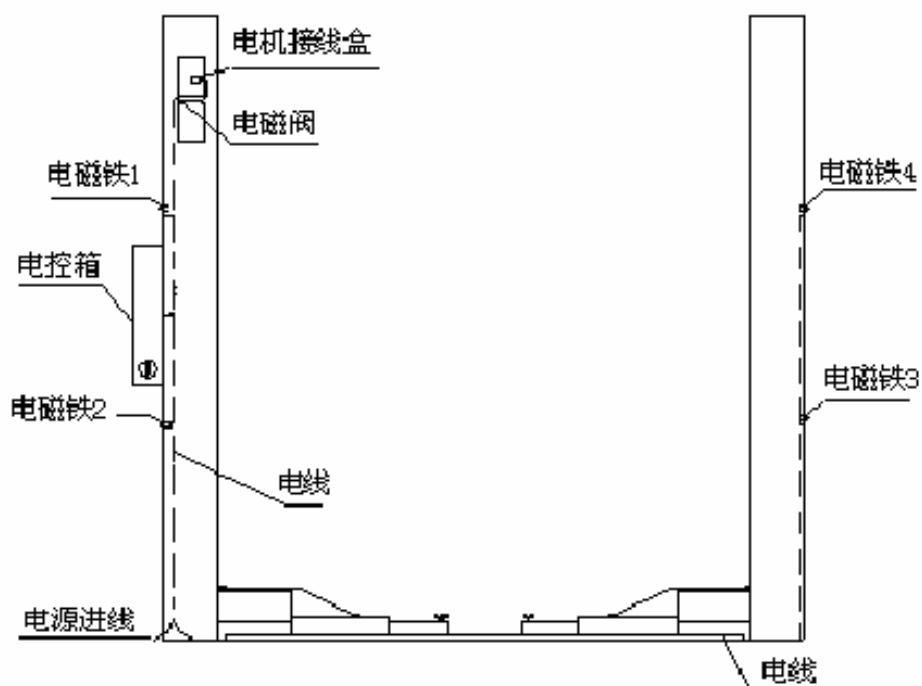

图 13a
- TLT235SBA、TLT235SBA (E)、TLT240SBA 机型按图 13a 所示;